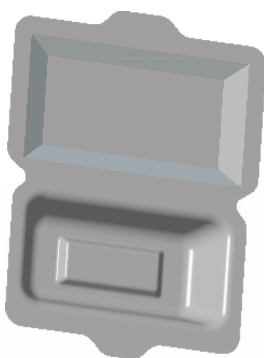

图 16-38 合并曲面特征三
STEP 20 使用“合并”命令，合并曲面特征，如图 16-38 所示。